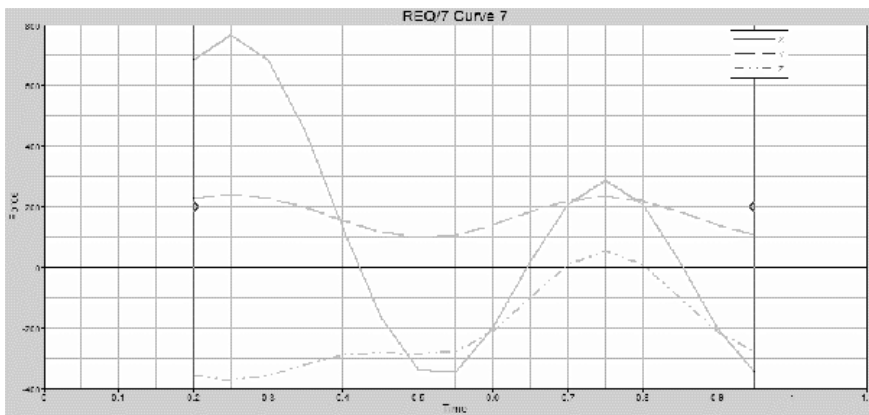

图 13-95 曲线截断
- (1) 激活页面 2 窗口 3。
- (2) 单击 Modify Curves () 按钮。
- (3) 单击 Curves 按钮，此时弹出曲线选择对话框。
- (4) 在 p2: Force-2 下选择 w3: plot 并单击 OK 按钮。
- (5) 此时窗口 3 上所有曲线均被选中，p2w3c1、p2w3c2、p2w3c3 将显示在 Curves 文本栏。
- (6) 在 Edit parameter 栏选择 Horizontal axis。
- (7) 在 Range 的 From 栏输入 0.2 并按〈Enter〉键。
- (8) 在 to 栏中输入 0.95 并按〈Enter〉键。
- 在 Action 栏中单击 Trim 按钮去除曲线指定区域外的数据，如图 13-95 所示。